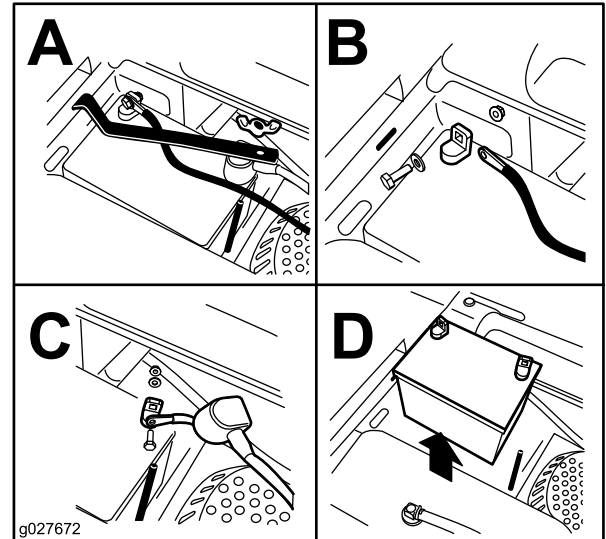

Bild 52
3. Nehmen Sie die Flügelmutter ab, mit denen die Batterieklemme befestigt ist (Bild 52).
4. Nehmen Sie die Klemme ab (Bild 52).
5. Klemmen Sie zunächst das Minuskabel (schwarz) vom Minuspol (-) (schwarz) der Batterie ab (Bild 52).
6. Schieben Sie die rote Polkappe vom Pluspol (rot) der Batterie ab, und klemmen Sie das Pluskabel (+) (rot) ab (Bild 52).
1. Setzen Sie die Batterie so in das Fach ein, dass die Anschlussklemmen auf der anderen Seite des Kraftstofftanks sind (Bild 52).
4. Befestigen Sie die Kabel mit zwei Schrauben, zwei Scheiben und zwei Sicherungsmuttern (Bild 52).
6. Setzen Sie die Klemme auf und befestigen Sie sie mit der Flügelmutter (Bild 52).